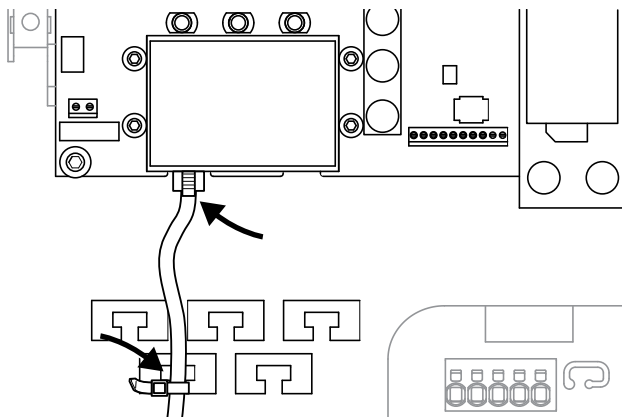

Fig. 42: Fissare il cavo sull'apposito alloggiamento
1. Fissare tutti i cavi nell'alloggiamento con un'apposita fascetta.  **Fig. 42**